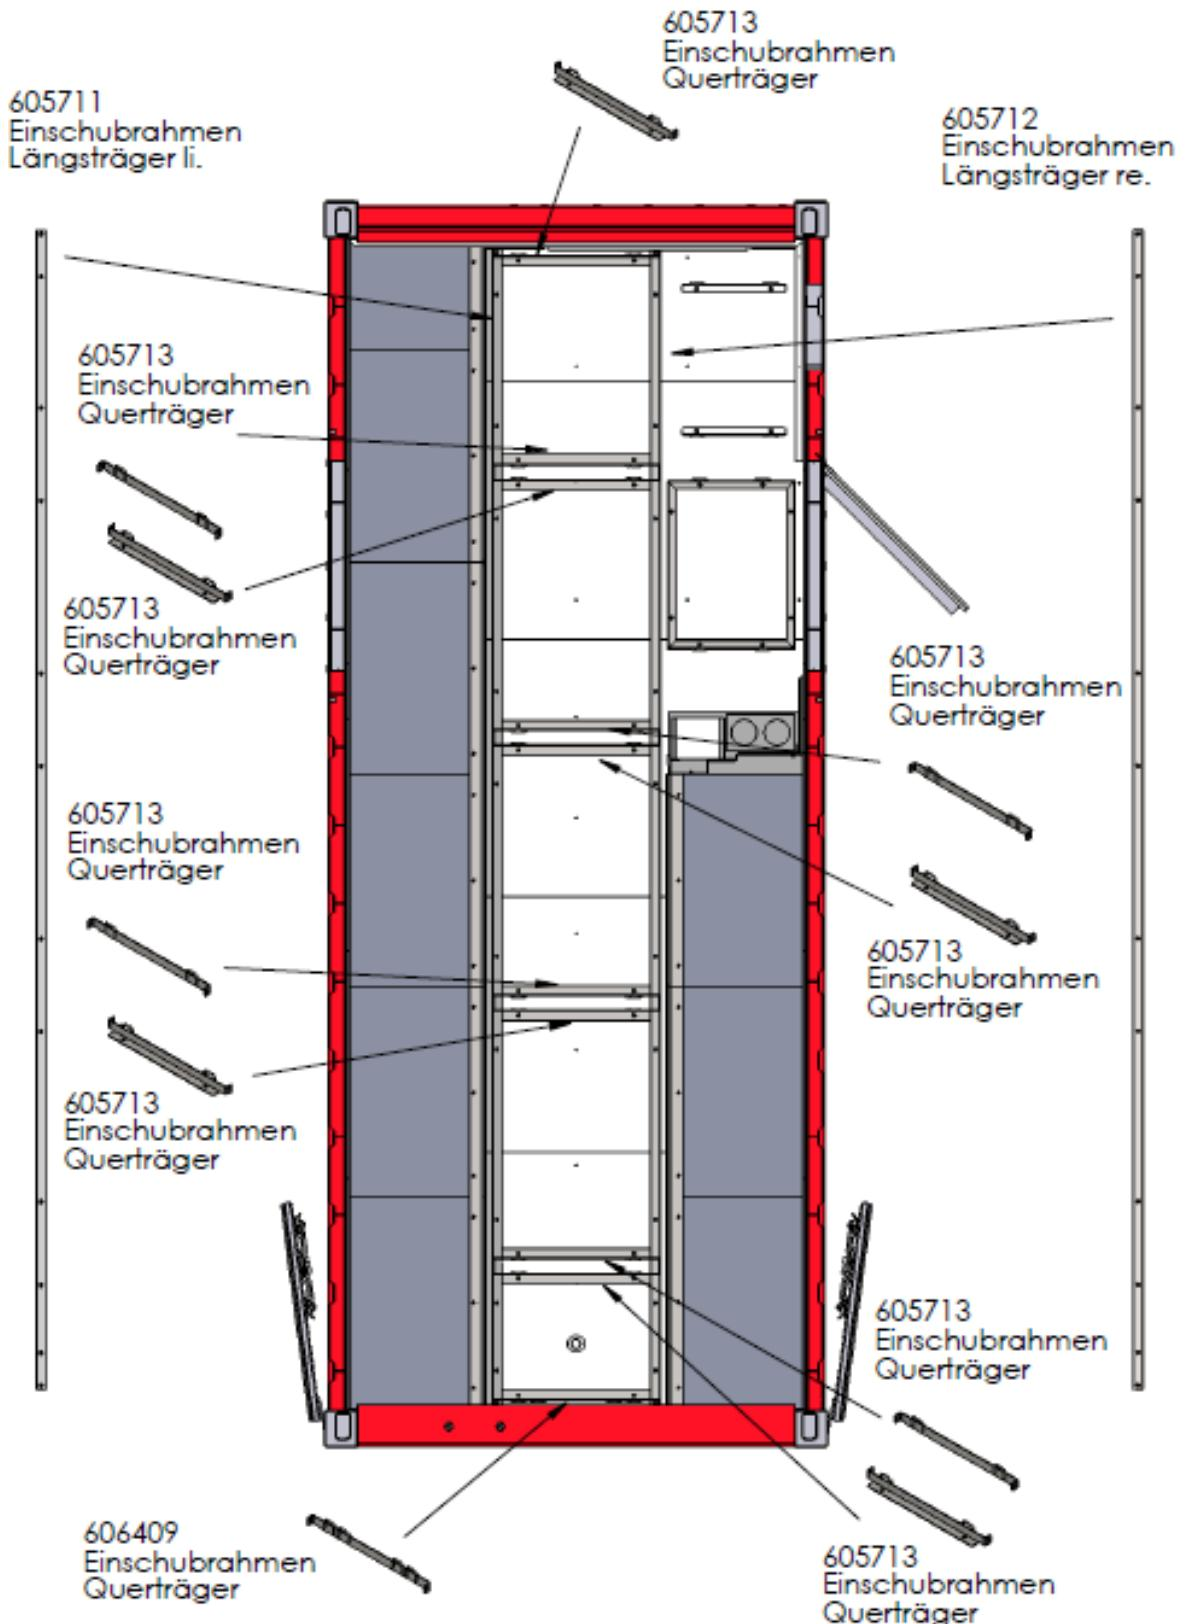

Abb. 2: Verzurrprofile am Containerboden
Sammeln Sie die während des Entladens der Kisten ausgebauten Verzurrprofile (Abb. 2:) an einem sauberen und trockenen Ort.
- ◆ Entfernen Sie den Einschubrahmen Querträger 10 (Art.-Nr. 606409, siehe Abb. 2:) und verstauen ihn in der Transportbox Fundamentstützen
- ◆ Entfernen Sie den Einschubrahmen Querträger 9 (Art.-Nr. 605713, siehe Abb. 2:) und verstauen ihn in der Transportbox Fundamentstützen
- ◆ Entfernen Sie den Einschubrahmen Querträger 8 (Art.-Nr. 605713, siehe Abb. 2:) und verstauen ihn in der Transportbox Fundamentstützen
- ◆ Entfernen Sie den Einschubrahmen Querträger 7 (Art.-Nr. 605713, siehe Abb. 2:) und verstauen ihn in der Transportbox Fundamentstützen
- ◆ Entfernen Sie den Einschubrahmen Querträger 6 (Art.-Nr. 605713, siehe Abb. 2:) und verstauen ihn in Transportbox Fundamentstützen
- ◆ Entfernen Sie den Einschubrahmen Querträger 5 (Art.-Nr. 605713, siehe Abb. 2:) und verstauen ihn in Transportbox Fundamentstützen
- ◆ Entfernen Sie den Einschubrahmen Querträger 4 (Art.-Nr. 605713, siehe Abb. 2:) und verstauen ihn in Transportbox Fundamentstützen
- ◆ Entfernen Sie den Einschubrahmen Querträger 3 (Art.-Nr. 605713 siehe Abb. 2:) und verstauen ihn in Transportbox Fundamentstützen
- ◆ Entfernen Sie den Einschubrahmen Querträger 2 (Art.-Nr. 605713, siehe Abb. 2:)
- ◆ Entfernen Sie den Einschubrahmen Querträger 1 (Art.-Nr. 605713, siehe Abb. 2:) und verstauen ihn in Transportbox Fundamentstützen.